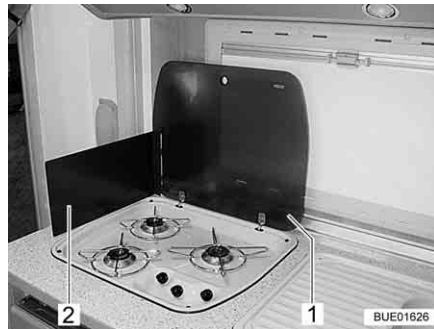

Fig. 215 Réchaud à gaz
- Ouvrir le couvercle du réchaud à gaz (Fig. 215,1).
- Selon le modèle, relever la protection pare-flammes (Fig. 215,2) ou la mettre en place.